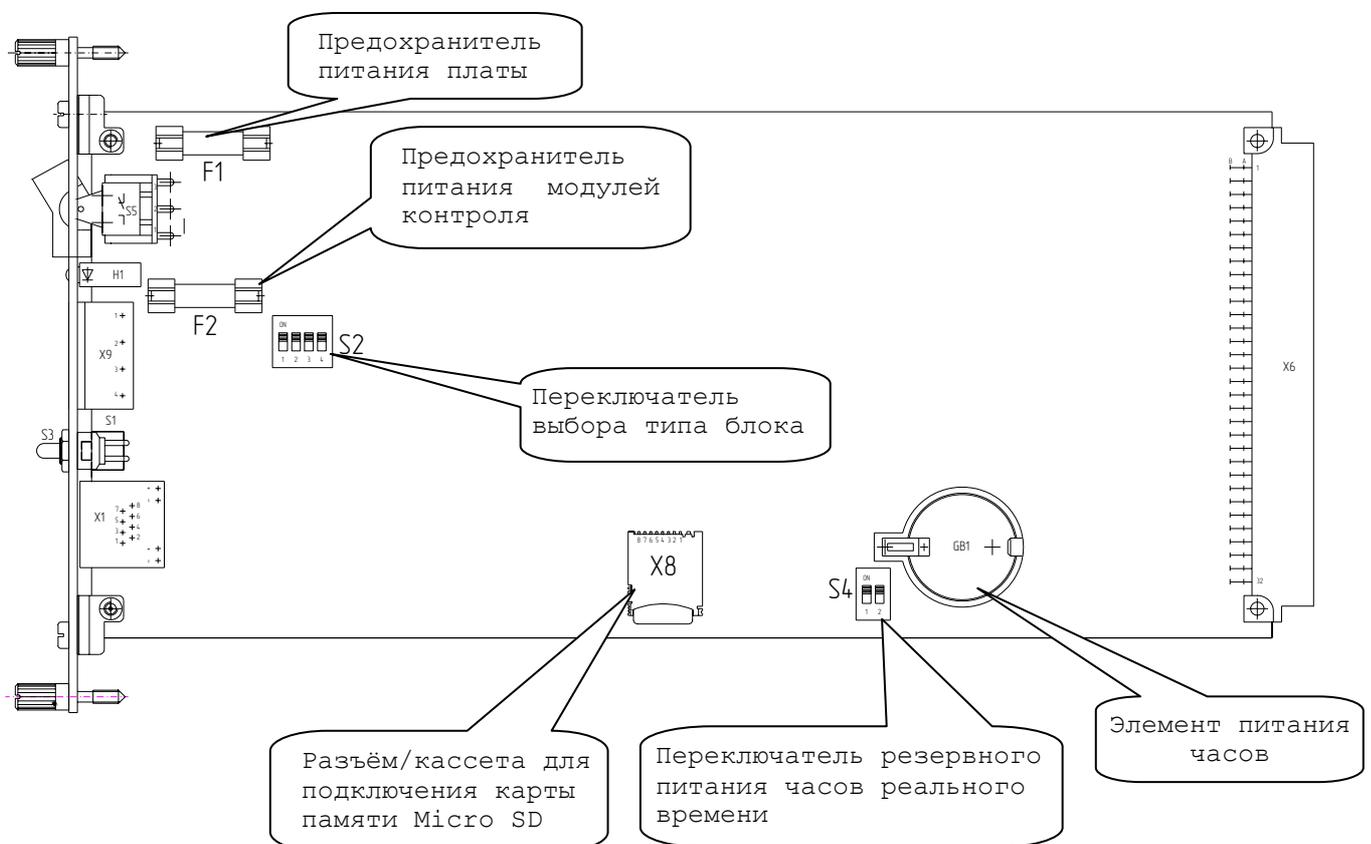

Рисунок 1 - Расположение переключателей, разъёмов и элементов на плате ИП-11
5.1.1 Для задания типа используемого блока выставьте на переключателе S2 (см. рисунок 1) нужную комбинацию в соответствии с таблицей 1.
5.1.2 Переведите движки переключателя резервного питания часов реального времени S4 (см. рисунок 1) в положение «ON». Заводская настройка - «OFF».